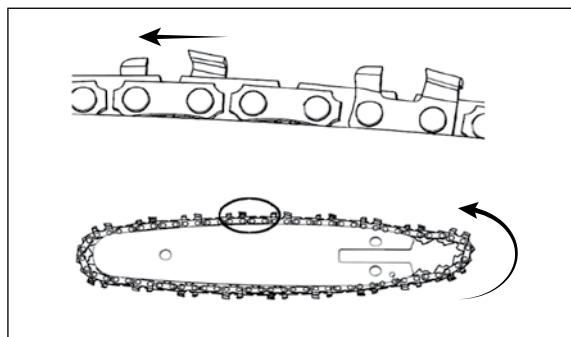

Рис. 3
- Наденьте цепь на шину, соблюдая правильную ориентацию зубьев (рис. 3).